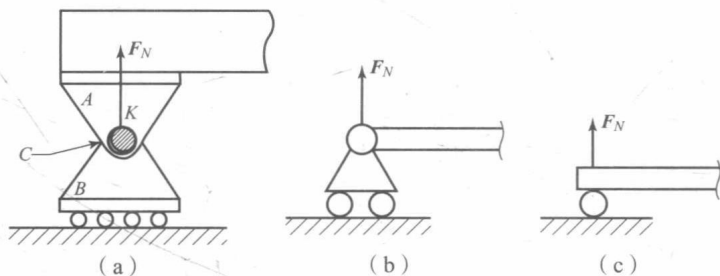

图 1-16
(2) 可动铰支座：其约束反力垂直于光滑支承面。被约束体可以绕销钉转动，可以沿销钉轴线移动，也可以沿支承面移动，即约束阻碍物体沿与支承面垂直的方向运动，其约束力通过销钉中心垂直于光滑支承面，指向待定，如图 1-16 所示。